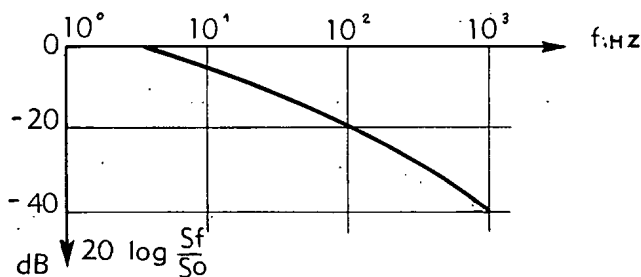

fig. 2 Réponse en fréquence Frequency response
- **Réponse en fréquence** : courbe fig.2
- **Frequency response** : see diagram fig. 2